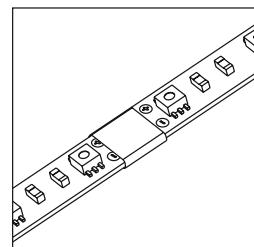

Рисунок 3
3.5 Чтобы обеспечить высокое качество электрических соединений в случае присоединения проводов к ленте при помощи пайки, необходимо обладать базовыми навыками пайки и знанием требований безопасности или поручить пайку профессионалам. Соединение ленты производится с соблюдением полярности. Температура паяльника не должна превышать 260 °C, время пайки не более 10 секунд. Место пайки рекомендуется дополнительно изолировать, надев на него термоусадочную трубку длиной 20 мм и диаметром 7 мм (рисунок 3).